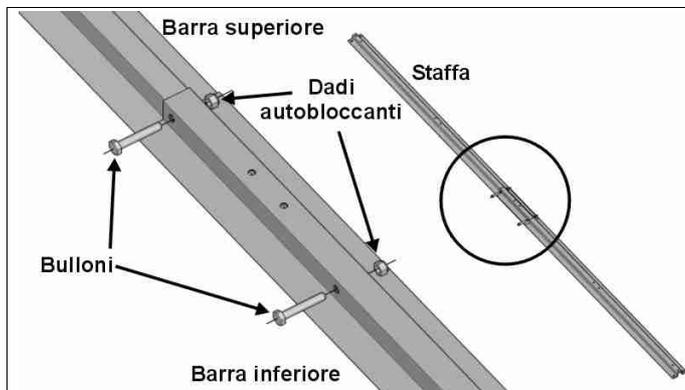

Fig. 7: Staffe di supporto
2. Si consiglia di distendere sul pavimento dei cartoni od altra protezione, come base di lavoro per la preparazione del tabellone. Per ogni tabellone deve essere preparata una coppia di staffe di supporto, unendo una barra superiore ('U' stretta) ad una inferiore ('U' larga): sormontare le due barre allineandone i fori per il passaggio dei bulloni e quindi serrarle mediante due bulloni e i dadi autobloccanti (Fig. 7).